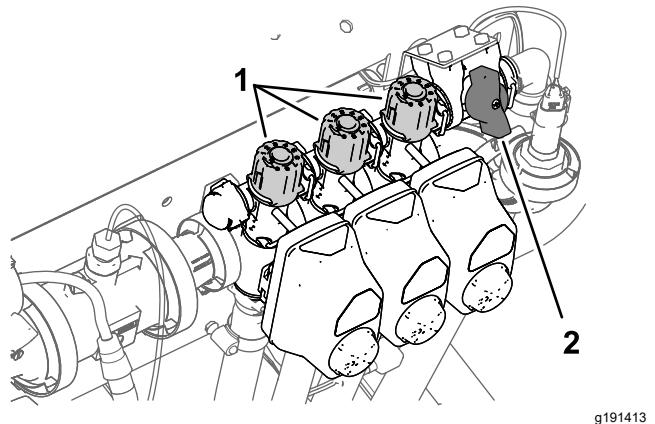

Figura 26
4. Ajuste el mando de desvío de la sección derecha (Figura 26) hasta que el caudal indicado coincida con el valor anterior, según la tabla.
6. Ajuste el mando de desvío de la sección central (Figura 26) hasta que el caudal indicado coincida con el valor anterior, según la tabla.
2. Desactive el interruptor de la sección izquierda y ajuste el mando de desvío de la sección (Figura 26) hasta que el caudal indicado coincida con el valor anterior, según la tabla.